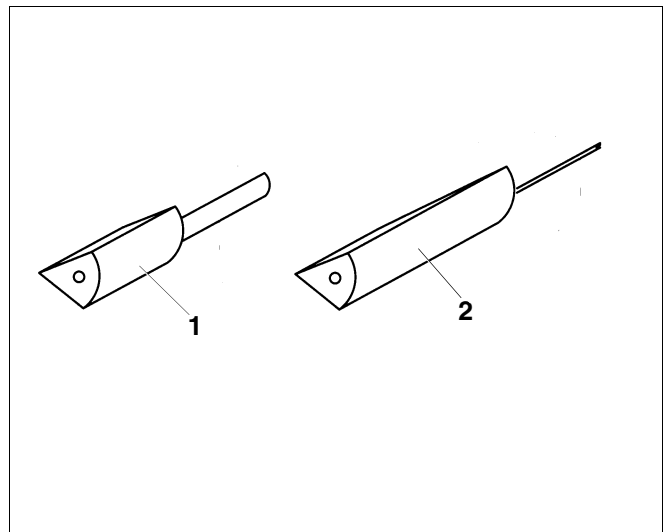

Fig. 63 Sondes de température
- TH = Thermomètre (Sonde de température, fig. 63, pos. 1)
- TR = Aquastat (fig. 63, pos. 2)
*) Remarques détaillées concernant l'introduction des sondes, voir fig. 63.
Légende pour fig. 63